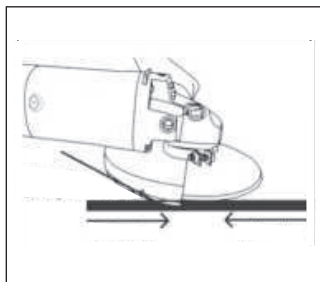

Fig. 7
Efectivo y seguro para operaciones de desbaste y lijado. (Fig. 7)
2. En términos generales, mantenga la parte de corte y molienda de la rueda o el disco en un ángulo de 15 a 30 grados con respecto a la superficie del objeto que se va a procesar. (Fig. 7)